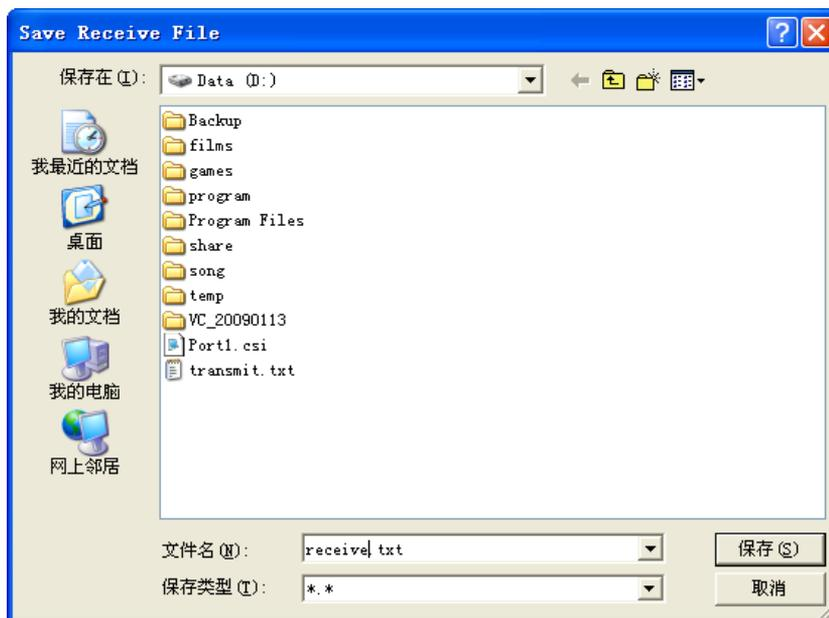

图19
**Receive(文件接收)**选择项:当用户选择此项并点击OK按钮后，会弹出Save Receive File(保存接收文件对话框)，如图19所示：